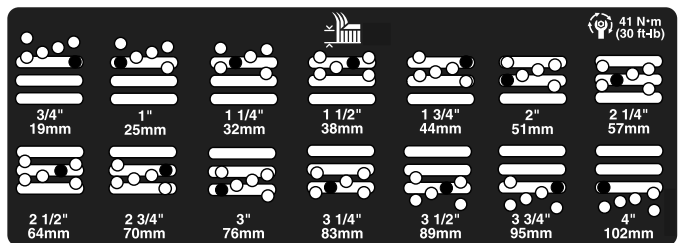

Figura 7
5. Mueva la cámara a la altura deseada e instale el espaciador en el taladro y la ranura de altura de corte deseados (Figura 7).